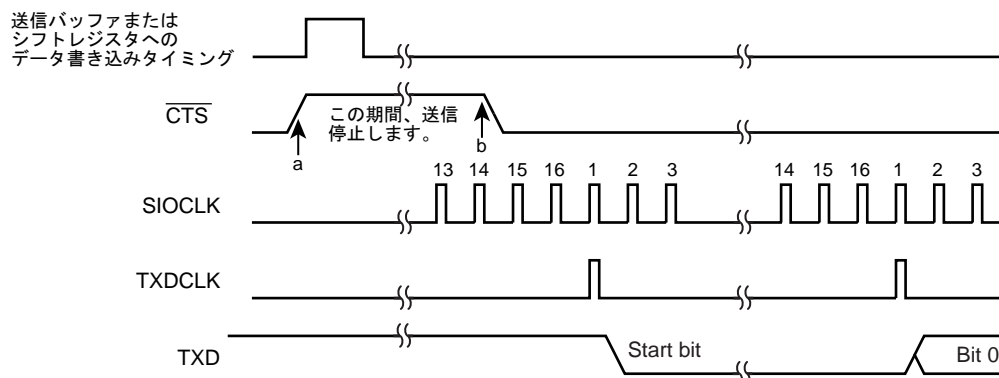

図 9-9 $\overline{\text{CTS}}$ 信号のタイミング
- 注 1) 送信中に $\overline{\text{CTS}}$ 信号を立ち上げた場合、送信終了後に停止します。(図 9-9 "a")
注 2) $\overline{\text{CTS}}$ 信号立下り後の最初の TXDCLK クロックから送信を開始します。(図 9-9 "b")